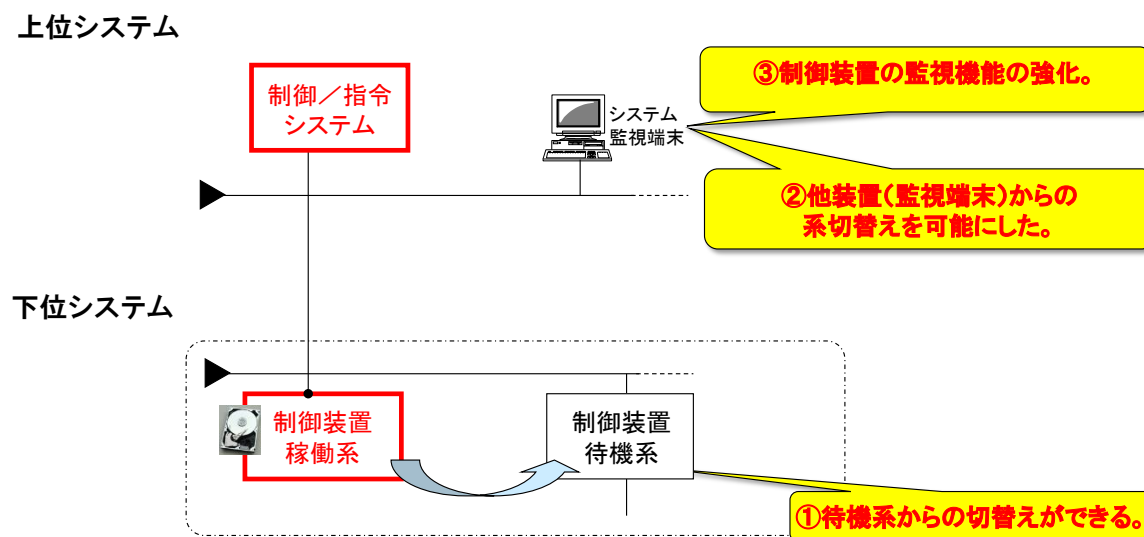

図3. 2-2 対策
- 【対策 A-2】 上位の制御装置から下位の制御装置の停止を確実にできるようにした（図3. 2-2②）。
- 【対策 B】 さらに、上位の制御装置の監視機能の強化を図った（図3. 2-2③）。